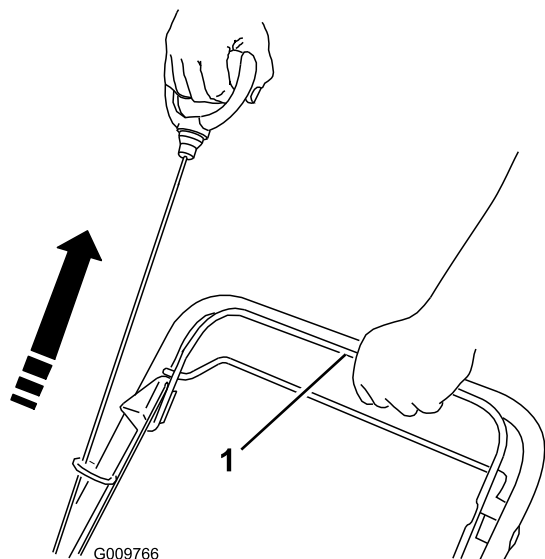
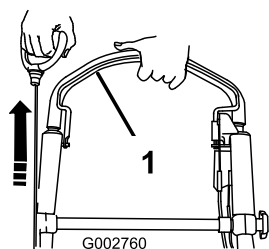

Figura 23
Figura 24
2. Tenete la barra di comando della lama premuta contro la stegola e tirate l'avviatore autoavvolgente (Figura 23 o Figura 24).